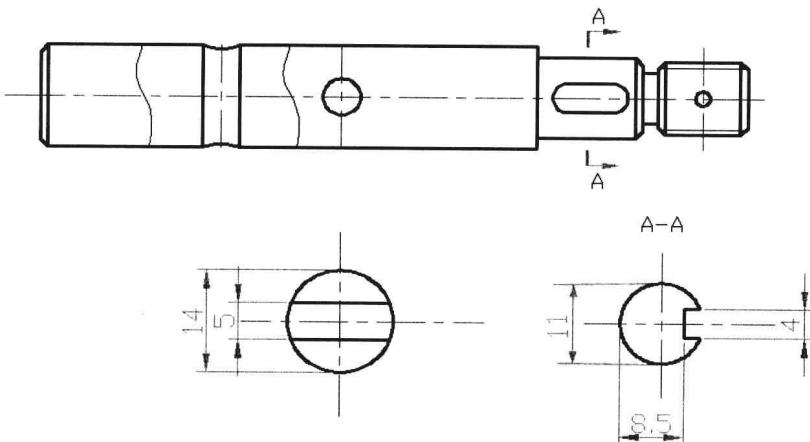

图 5-4-2
(2) 单击“绘图”面板名称，展开面板，单击“样条曲线”按钮 \sim ，在主视图中绘制局部剖视图的曲线。
(3) 在“注释”面板中单击“多行文字”按钮**A**，创建文字“A-A”。
(4) 使用绘图和修改工具绘制传动轴断面图和局部剖视图的轮廓，位置如图 5-4-2 所示。